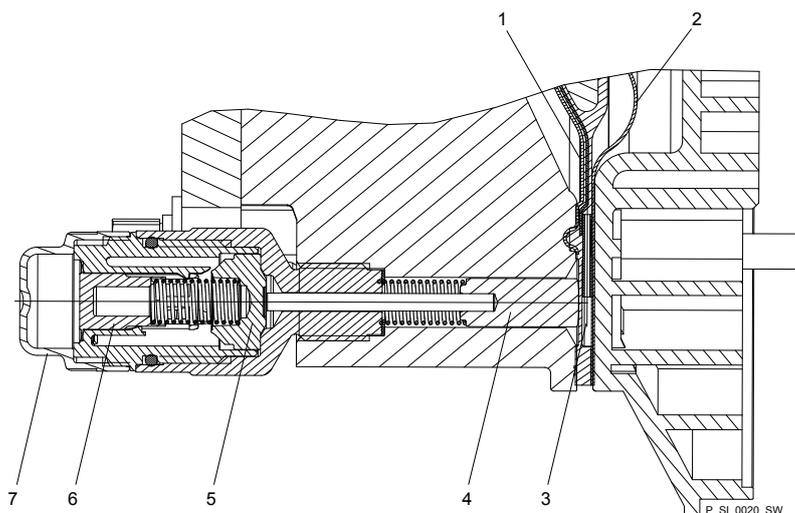

Abb. 34: Schnitt durch die Membranbruchsensoren-Sigma (Ausführung "Optische Bruchanzeige")
2. Falls der Kolben des Membranbruchsensoren - siehe Abb. 34, Pos. 4 - feucht oder schmutzig geworden sein sollte, ihn und die Bohrung reinigen, in der er läuft.